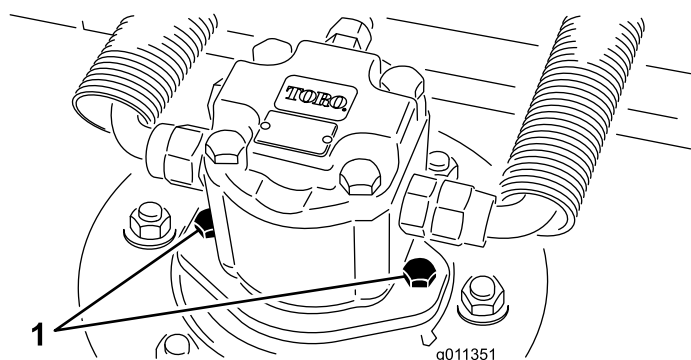

Рисунок 101
2. Отсоедините и снимите гидромотор с режущего блока (Рисунок 101). Накройте верхнюю часть шпинделя для предотвращения загрязнения.
4. Установите гидроцилиндр на деку (Рисунок 101). Убедитесь, что уплотнительное кольцо находится в штатном положении и не повреждено.